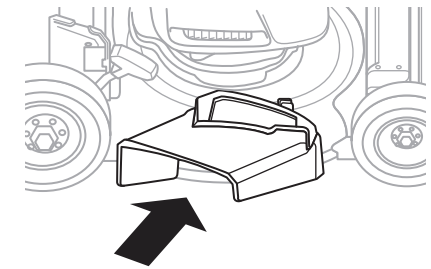

Fig. 4B
3. Instale el conducto de descarga lateral debajo de la puerta de mantillo deslizando dos ganchos debajo del pasador de la bisagra en el conjunto de la puerta (Fig. 4B). La cortadora de césped está ahora lista para la operación de descarga.